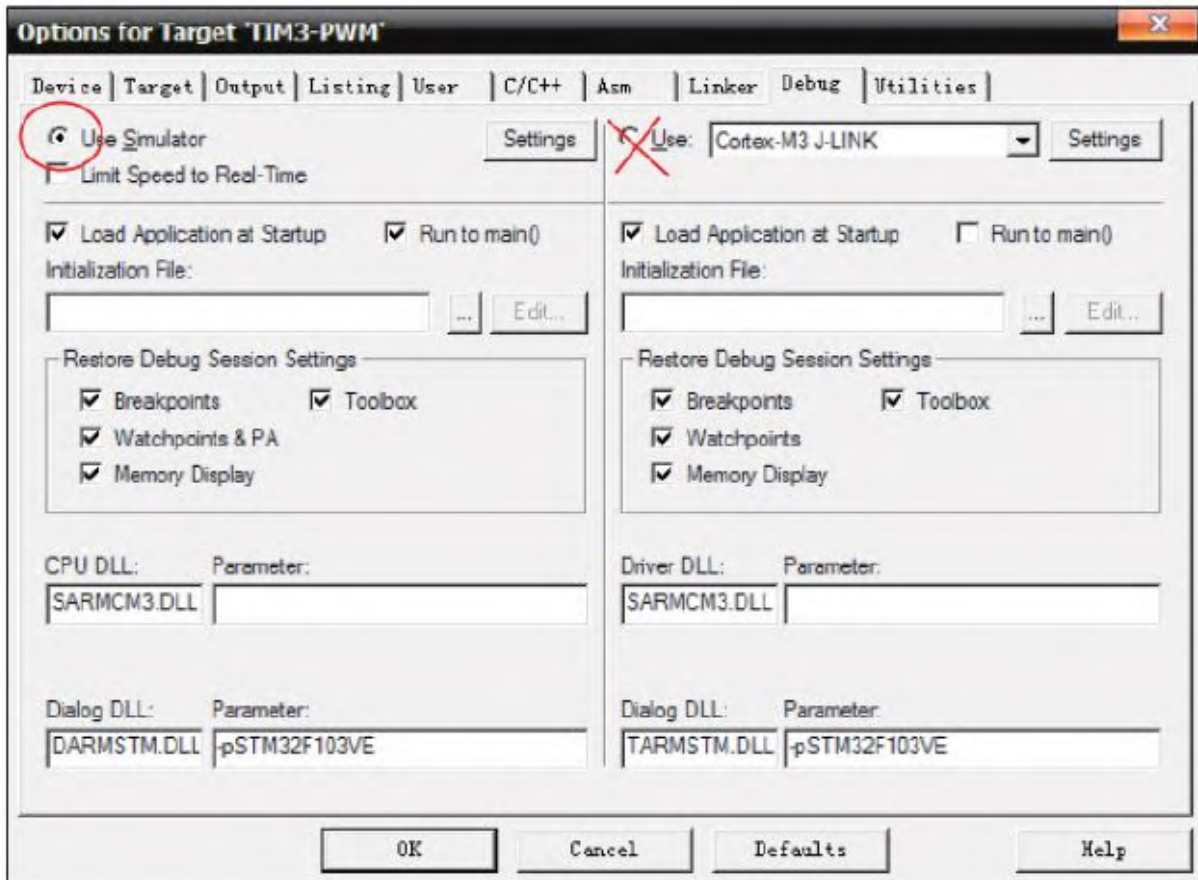

图 13-12 选择软件仿真
3) 选中Use Simulator选项，然后点击“OK”按钮即可，见图13-12。